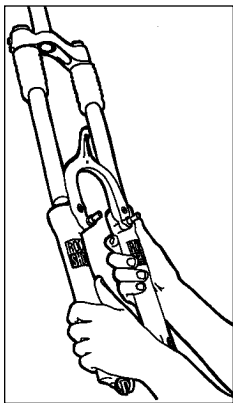

Fig. 6
1. Sollevare i manicotti della forcella dai tubi inferiori. Pulire le superfici esterne e l'area della guarnizione Resi-wiper e del tubo superiore. Applicare da due a tre gocce di olio addizionato a teflon all'altezza della guarnizione Resi-wiper dei tubi superiori (vedi fig. 6).
- Sfilare il tubo inferiore monoblocco (vedi Fig. 6). Rimuovere i manicotti della forcella.